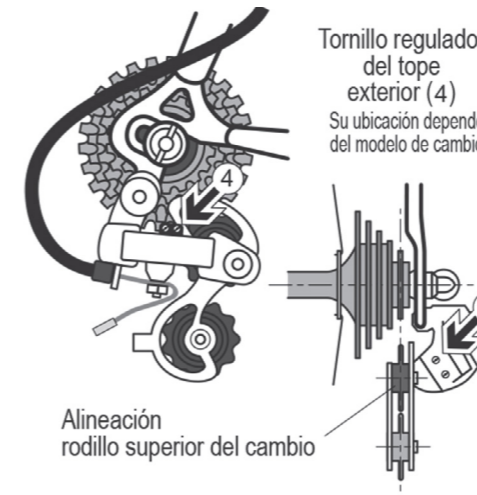

Figura 4
- D. Si al cambiar al piñón más pequeño la cadena cae fuera, regule el tornillo 4 de la figura 4, girando el tornillo 1/4 de vuelta en el sentido de las agujas del reloj. Al cambiar a posiciones intermedias, si se da cuenta que el desviador hace ruido o la cadena no pasa de un plato a otro con soltura, actúe sobre el regulador de tensión situado en el mando izquierdo del manillar, para conseguir un ajuste perfecto.
1. Situar el rodillo superior del cambio en la misma línea que el piñón más pequeño utilizando para ello el tornillo de regulación 4 de la figura 4.